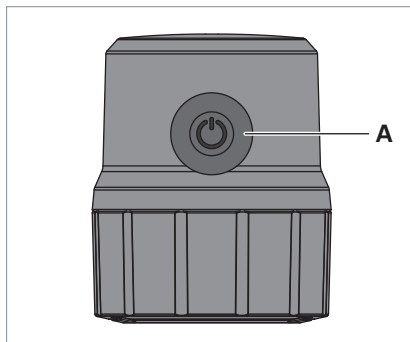

Fig. 6: Touche.
- Pour allumer et éteindre le luminaire, appuyer sur la touche **A** sur la partie supérieure de la tête du luminaire, voir Fig. 6.